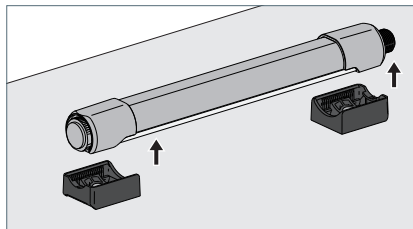

Fig. 10: Rimuovere l'apparecchio.
- ▶ Ruotare l'apparecchio d'illuminazione con il coperchio rivolto verso la superficie di montaggio e rimuoverlo dai supporti, vedi Fig. 10.